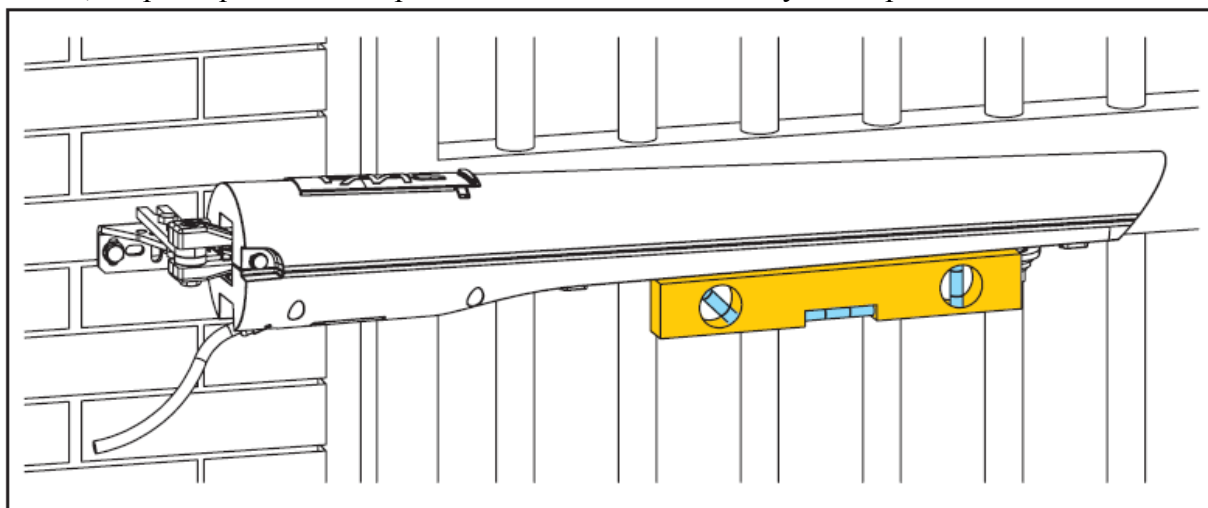

Рис. 16
9. Проверить горизонтальность привода при помощи спиртового уровня, как показано на рис. 16, и предварительно закрепить его зажимами или двумя сварными точками.